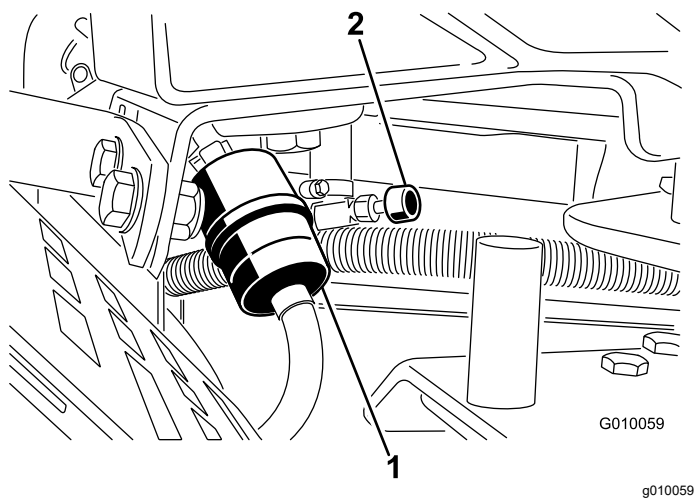

Figura 49
2. Feche a válvula de corte de combustível (Figura 49).
3. Desaperte a braçadeira de tubos no filtro de combustível e deslize-o para cima do tubo de combustível, afastando-o do filtro (Figura 49).
4. Puxe o tubo do combustível do filtro do combustível (Figura 49). Abra a válvula de corte do combustível e deixe o combustível escoar para um recipiente de combustível ou um recipiente de escoamento.
5. Instale o tubo de combustível no filtro. Deslize a braçadeira de tubos para perto do filtro de combustível para prender o tubo de combustível (Figura 49).
3. Aperte as pontas dos grampos da tubagem e afaste-as do filtro (Figura 49).
5. Instale um filtro novo e coloque as braçadeiras junto ao filtro (Figura 49).
7. Abra a válvula de corte de combustível (Figura 49).